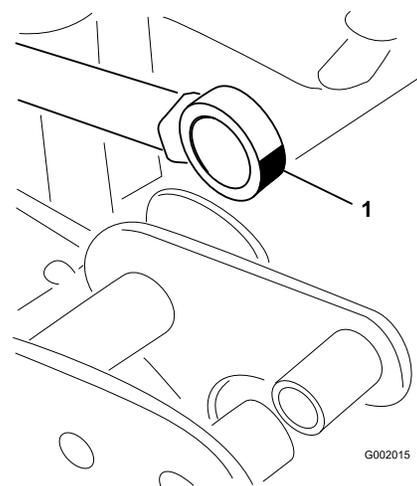

Figura 48
5. Manipule a extremidade do rolamento da barra do acionador e aplique massa lubrificante no rolamento (Figura 48).